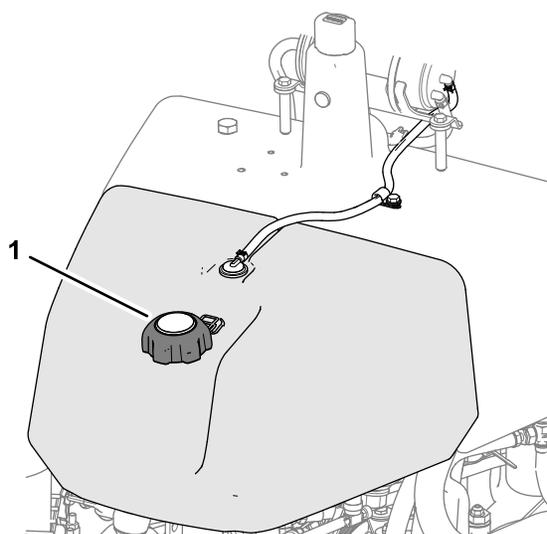

Рисунок 22
1. Очистите области вокруг крышки топливного бака и снимите ее (Рисунок 22).